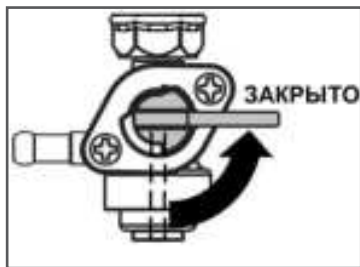

Рис. 12 Топливный кран закрыт
5. Закройте топливный кран переводом рычага в горизонтальное положение (Рис. 12).